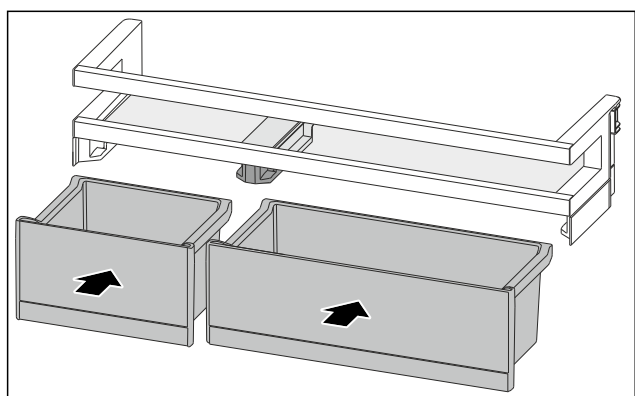

Fig. 117
- ▶ 排列互换后装入 VarioBox。(参见 Fig. 117)